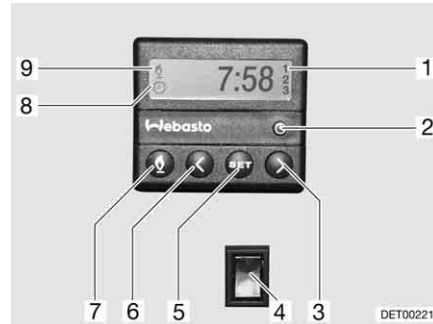

Bild 171 Bedieneinheit für Standheizung
- Taste (Bild 171,7) drücken. Der Heizbetrieb wird durch das Symbol (Bild 171,9) angezeigt. Das Gebläse wird erst bei einer Kühlwassertemperatur von 30 °C zugeschaltet.
- Taste (Bild 171,7) drücken. Das Symbol (Bild 171,9) erlischt.
- Schalter (Bild 171,4) unten drücken. Motor wird vorgewärmt. Das Gebläse wird sofort zugeschaltet.
- Schalter (Bild 171,4) oben drücken. Motor bleibt kalt.
- Taste (Bild 171,2) drücken. Die Uhrzeiteinstellung wird durch das Symbol (Bild 171,8) angezeigt.
- Mit den Tasten (Bild 171,3 und 6) die Uhrzeit einstellen.
- Taste (Bild 171,5) drücken.
- Innerhalb von 10 Sekunden mit den Tasten (Bild 171,3 und 6) die Einschaltzeit einstellen.
- Taste (Bild 171,5) so oft drücken, bis die gewünschte Programmnummer (Bild 171,1) im Display angezeigt wird.